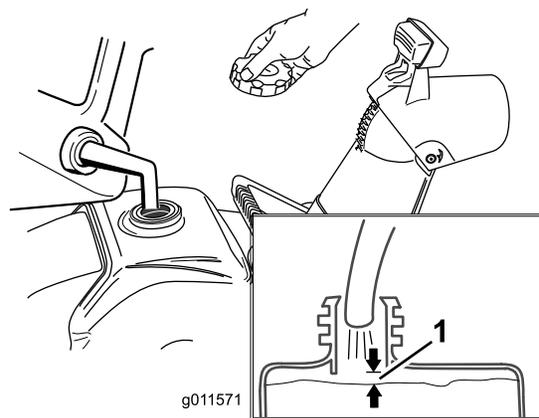

Рисунок 13
1. Убедитесь в том, что бак не переполнен (см. Рисунок 13), а крышка заливной горловины установлена на штатном месте.